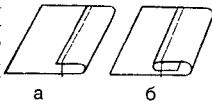

Рис. 5.23
*Шов вподгибку* применяется для обработки краев бортов, низа изделий. Такие швы могут быть с открытыми (рис. 5.23 а) и закрытыми (рис. 5.23 б) срезами. При выполнении шва вподгибку с открытым срезом срез детали подгибают наизнанку на 0,7–1 см и застрачивают. Строчку прокладывают на расстоянии 0,2–0,3 см от сгиба нитками в цвет ткани.